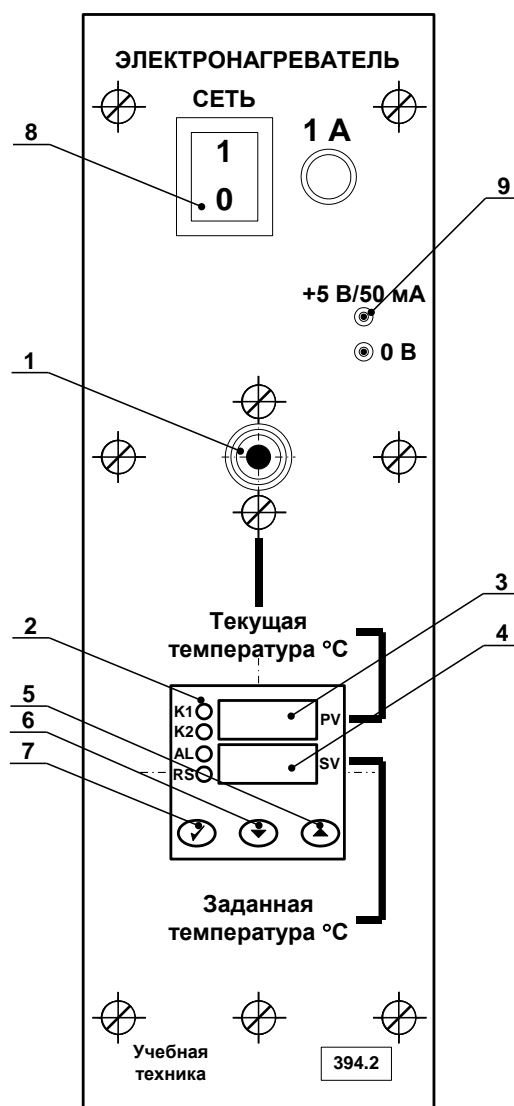

Рис. 1.7.1. Лицевая панель блока электронагревателя (394.2).
Блок электронагревателя (рис. 1.7.1) используется для определения температурного коэффициента сопротивления различных материалов. Блок позволяет задать и автоматически поддерживать температуру нагревателя. В блоке установлен маломощный источник +5 В, используемый как дополнительный источник питания в некоторых экспериментах.
Слева от индикаторов 3 и 4 (рис. 1.7.1) на лицевой панели регулятора температуры установлены 4 светодиода
1. Нажать одну из кнопок управления 5 или 6 регулятора температуры 2 (рис. 1.7.1).
3. После установки требуемого значения температуры необходимо однократно нажать кнопку 7 (рис. 1.7.1). Мигание индикатора 4 прекращается. Температура задана.
1. Однократно нажать кнопку 7 (рис. 1.7.1) регулятора температуры. На индикаторе 3 (красный, PV) отобразится надпись «г-S». На индикаторе 4 (зеленый, SV) текущее состояние регулятора «StoP» (СТОП) или «гUn» (РАБОТА).